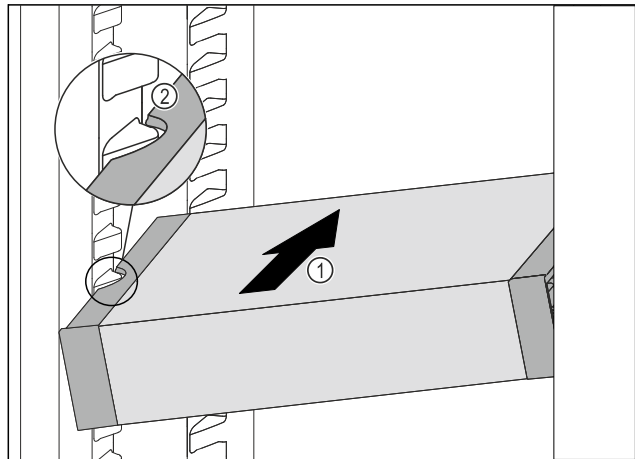

Fig. 87
- ▶ Вставити висувний ящик VarioSafe під кутом в охолоджувальне відділення Fig. 87 (1), доки бокові поглиблення Fig. 87 (2) VarioSafe не будуть розташовуватися на рівні ребра для ємності в охолоджувальному відділенні.